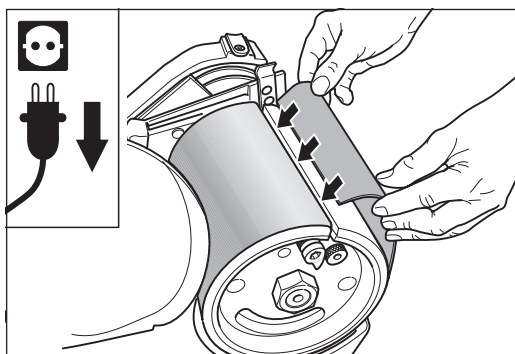

Abb. 33 Den neuen Schleifmittelbogen sorgfältig einlegen.
- 9 Legen Sie das neue Schleifmittel gleichmäßig um die Schleifwalze und stecken Sie die Enden in den Papierspannschlitz der Schleifwalze (Abb. 33).